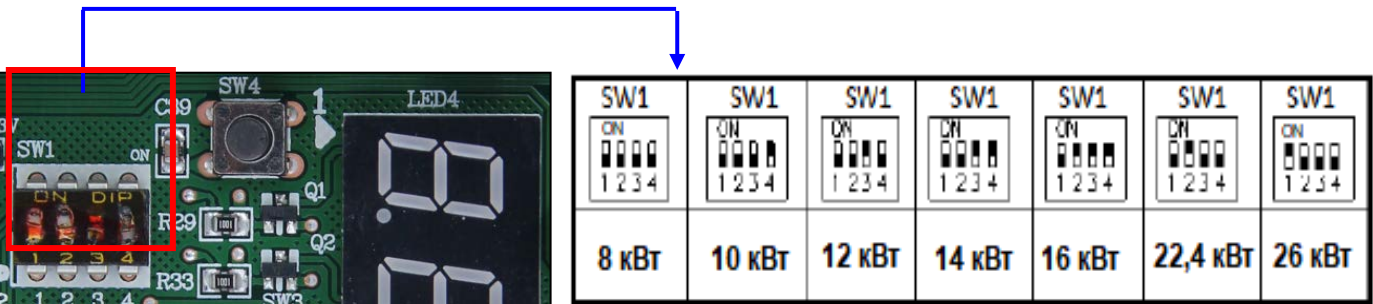

Рис.3.1
3.1.3 Мощность наружного блока - SW1. (рис.3.1)